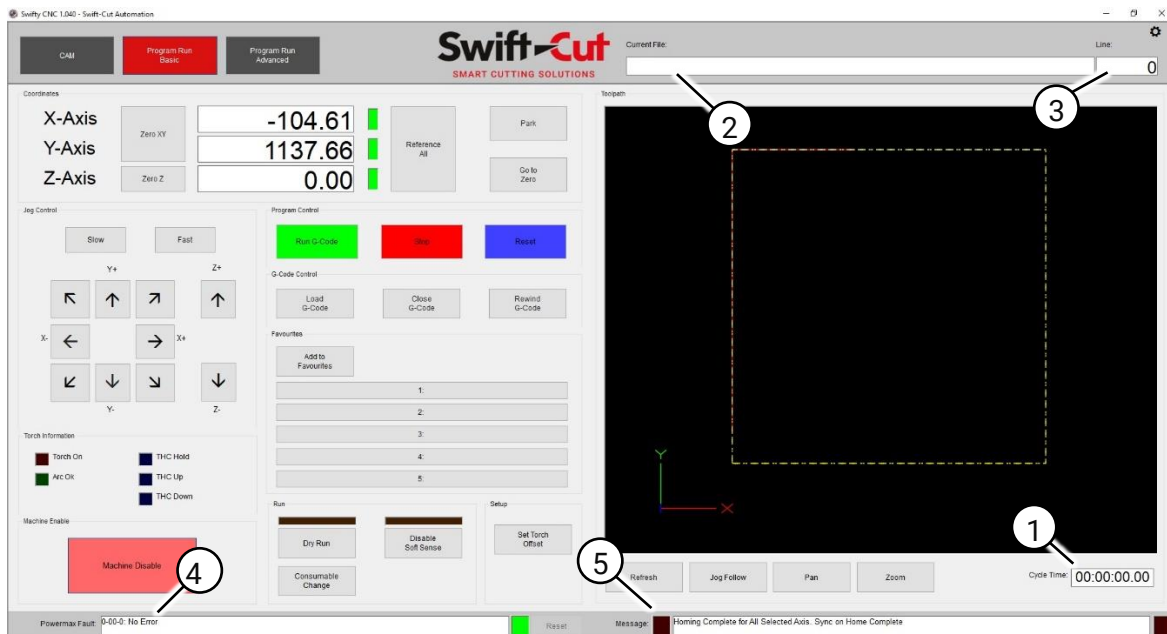

Fig. 60 Systeeminformatie
1. In verschillende velden in het venster wordt systeeminformatie weergegeven (Fig. 60). Deze informatie bestaat uit:
- 1.1 'Cycle time' (Fig. 60 (1)) de actuele tijd sinds het snijproces werd gestart.
- 1.2 'Current file' (Fig. 60 (2)) De naam van het huidige ingelezen .TAP-bestand.
- 1.3 'Line' (Fig. 60 (3)) Het nummer van de regel G-code die op dit moment wordt uitgevoerd.
- 1.4 'Powermax Fault' (Fig. 60 (4)) De code(s) van eventuele storingen van de plasmabron. (alleen bij Hypertherm-plasmabronnen)
- 1.5 'Message' (Fig. 60 (5)) Algemene informatie.